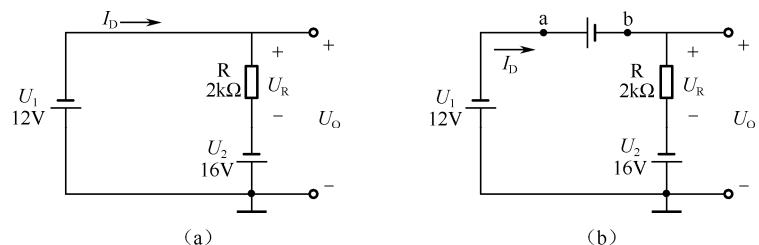

图 1-15 例 1-1 的等效电路图
解：首先要判断二极管 VD 是导通还是截止。为此，可假定移去二极管 VD，计算连接二极管两端处的电位  $U_a$  和  $U_b$ 。由图 1-15 所示的等效电路图可知
(1) 用理想模型计算。由于二极管 VD 导通，故其管压降  $u_D = 0$ ，其等效电路如图 1-15 (a) 所示，所以
(2) 用恒压降模型计算。由于二极管 VD 导通，故将其等效为电压值为 0.7V 的恒压源，等效电路如图 1-15 (b) 所示，所以